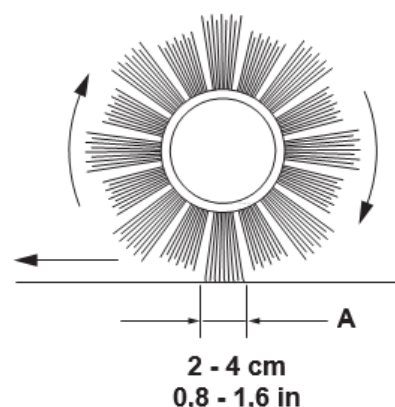

Figura 18
5. Compruebe la anchura de la huella del cepillo en el suelo (A, figura 18), que debe estar entre 2 y 4 cm.
6. Si la anchura de la huella del cepillo (A, figura 18) no está dentro de las especificaciones, ajuste la altura del cepillo principal siguiendo los siguientes pasos.
Si la huella (A, figura 18) no puede ajustarse correctamente debido a la diferente dimensión de las cerdas, lo que provoca una presión diferente en el suelo, véase el Manual de servicio.